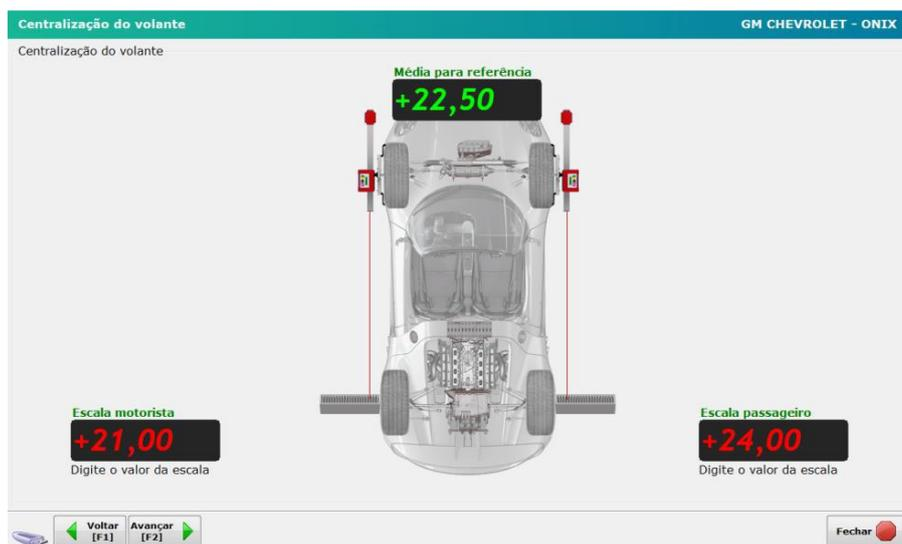

Figura 11
- ✓ No **SOFTECK FC** clique **Avançar** [F2] para ver a tela de **Correção do volante** (Figura 11).
- ✓ Digite nos campos os valores das escalas, depois de um clique em **ENTER** conforme a Figura 11.
No **SOFTECK FC** clique em **Avançar [F5]** para chegar na tela de **Correção de volante**, digite nos campos os valores das escalas, depois de um clique em **ENTER** conforme a Figura 11. O resultado aparece no campo central na cor verde.